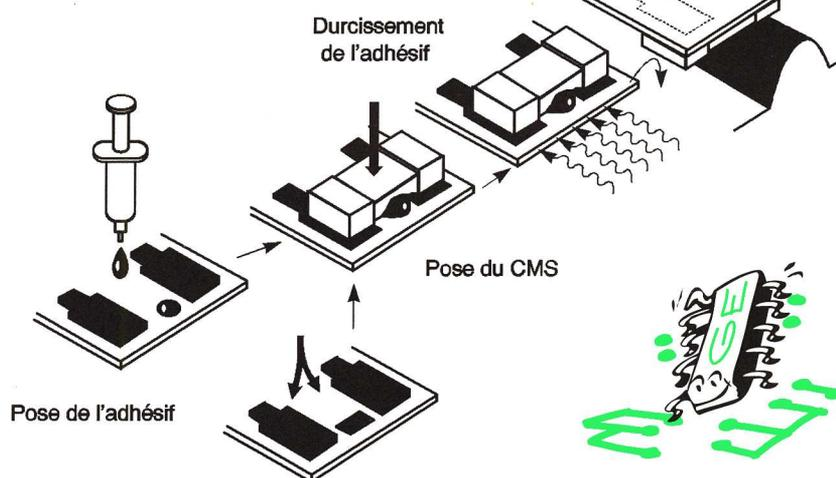

Fig 2
- Lavage du circuit pour éliminer le flux (figure 2)